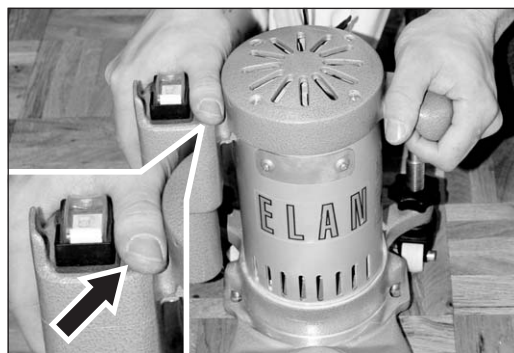

Abb. 13 Die ELAN mit beiden Händen führen. **Während dem Schleifen NICHT den Schalterknopf berühren!**
- **Berühren Sie während dem Schleifen NICHT den Schalterknopf (Abb. 13)! Durch leichten Druck auf den Schalterknopf öffnen sich die Kontakte im Schalter ein wenig, was den Verschleiß des Schalters deutlich erhöht!**